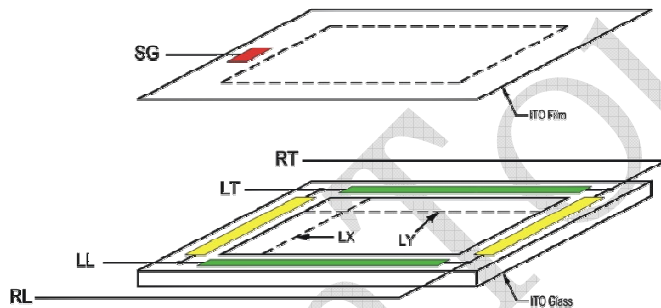
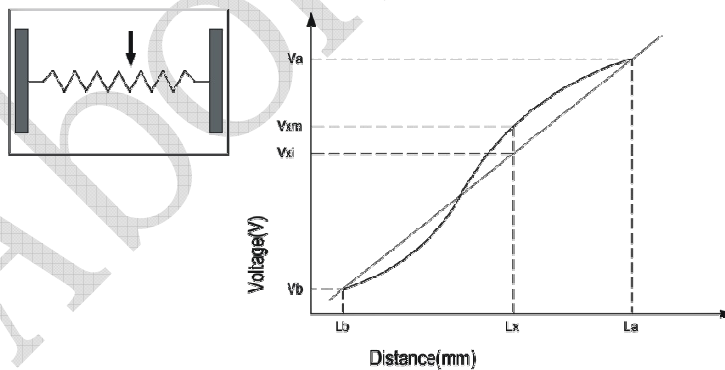

Figure 10.1
Figure 10.2
Step 6: measure the voltage differences between RT and LT(or RT and RL) (Fig 10.1) (Fig 10.2)
[將 RT、RL 短路(或 RL、LL 短路)並接上 5V 的直流電,另外將 LT、LL 短路(或 RT、LT 短路)並接上接地線 0V,以 5.0mm 的間隔,利用手寫筆(stylus)劃直線(如圖 2 中 LX 和 LY),並量測 SG 的電壓,量測並計算 RT 與 LT 間的電位差(或 RT 與 RL 間的電位差)] (Fig 10.1) (Fig 10.2)